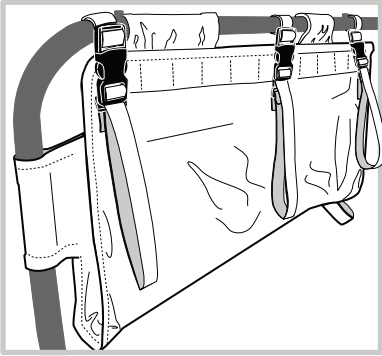

Abbildung 21
10. Abgeschlossene Montage (Abbildung 21).